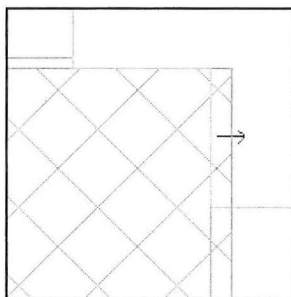

Fig. 14.57. Tegn derefter det der skal skæres af polystyrenlaget.
- Tegn nu det område der skal beskæres (Fig. 14.57).